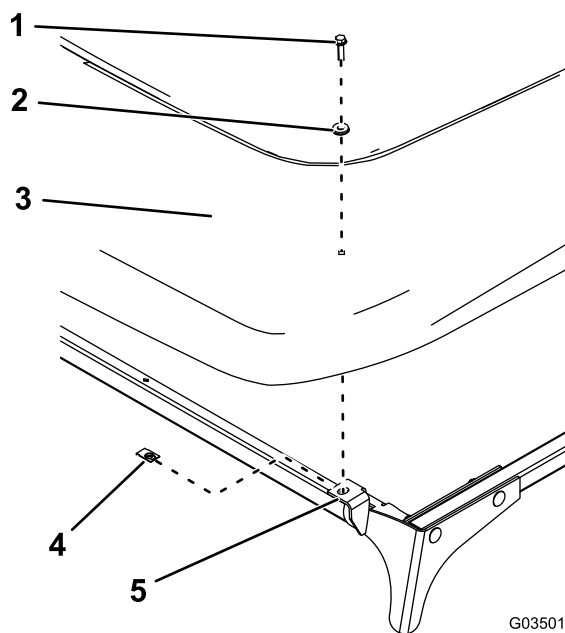

Figure 12
13. Fixez le pare-soleil aux plaques avant à l'aide de 2 clips, 2 rondelles d'étanchéité et 2 boulons à embase hexagonale (1/4" x 1"), comme montré à la Figure 12.